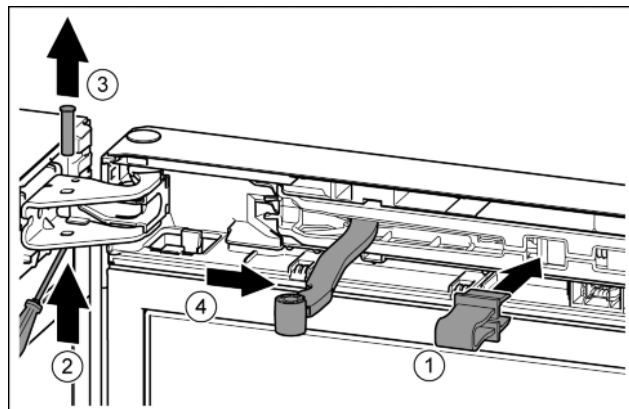

Fig. 8
- Pojistku nechte zapadnout do otvoru. Fig. 8 (1)
- Šroubovákem vysuňte čep. Fig. 8 (2)
- Čep vytáhněte nahoru. Fig. 8 (3)
- Otočte kloub směrem ke dveřím. Fig. 8 (4)